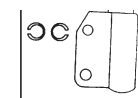

Fig. 3
- 5.) Avant d'installer le « Magna-Cam », alignez la ligne de référence de la tête du boulon et de la rondelle « à plusieurs épaisseurs » avec la fente du manchon en nylon (voir la figure n° 4). Il est important que les trois (3) pièces soient alignées pour effectuer une installation réussie. REMARQUE : La fente sur le manchon en nylon (et les lignes de références correspondantes de la tête du boulon et de la rondelle « à plusieurs épaisseurs » doivent faire face à l'extérieur pour augmenter l'inclinaison et à l'intérieur pour la diminuer (voir la figure 3). Il est important que la fente sur le manchon en nylon soit aussi rapprochée que possible de la position trois heures (3 h.) (diminution) ou neuf heures (9 h.) (augmentation) de façon à obtenir la plage maximale d'ajustement de 1_°.
- 7.) Installez deux (2) rondelles plates et un écrou autobloquant. Serrez à la main seulement. (Des rondelles peuvent être nécessaires comme pièces d'écartement pour empêcher l'écrou autobloquant d'entrer en contact avec les têtes de boulons.)
NOTE: The slot on the nylon sleeve and corresponding reference lines on the bolt head and “stepped” washer should face outward to increase camber and inward to decrease camber. (See Figure 3. It is important that the nylon sleeve is as close as possible to the three o'clock (3:00) position (decrease) or nine o'clock (9:00) position (increase) in order to get maximum 1 1/4° adjustment range.)